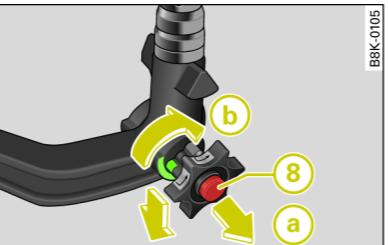

图 233 可拆卸的拖车牵引装置：拆去球节牵引杆
- 取下封闭盖并把扳子插入手轮上的锁中 ⑧ ⇒ 图 233。